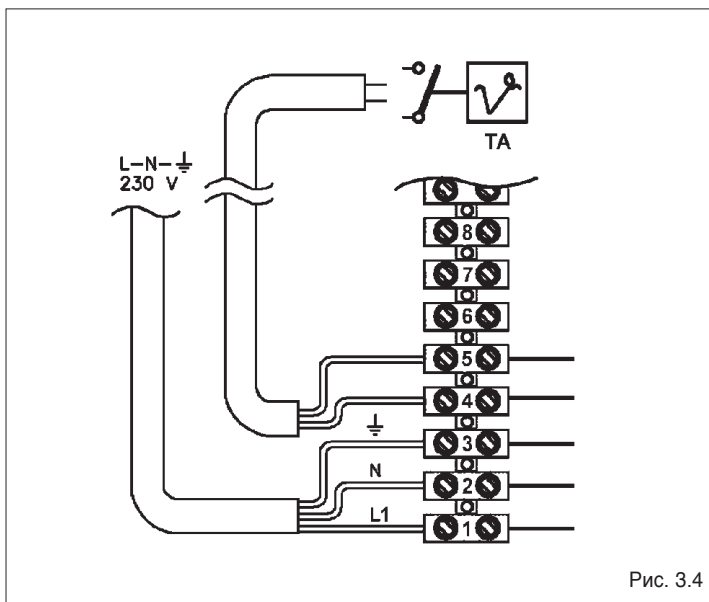

Рис. 3.4
- Подключение регулятора комнатной температуры показано (ТА) (Рис. 3.4).